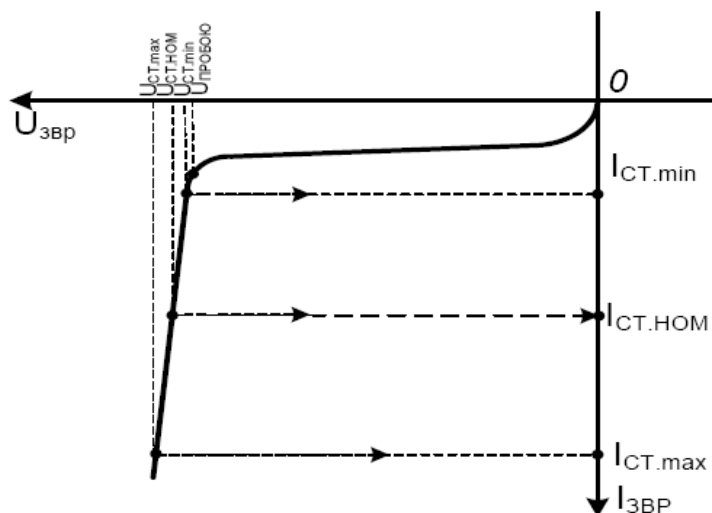

Рисунок 3.3 – Зразок зворотної гілки ВАХ стабілітрона
1. Побудувати графік ВАХ. Із графіка ВАХ (див. рис.3.3) визначити експериментальні параметри стабілітрона: номінальну напругу стабілізації; номінальний струм стабілізації; мінімально допустимий постійний струм стабілізації; статичний опір стабілітрона; диференційний опір стабілітрона та інші.